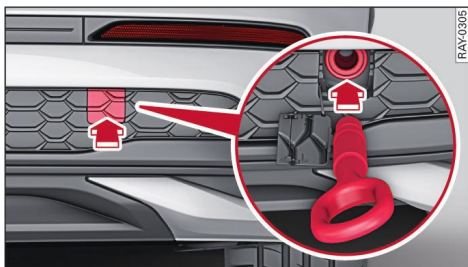

Fig. 206 Parachoques trasero: Enroscar la argolla de remolque
- Oprima la tapa ejerciendo una presión fuerte y breve hacia adentro ⇒ *fig. 206*. La tapa se suelta del parachoques.